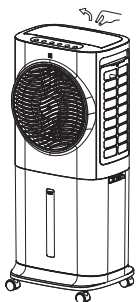
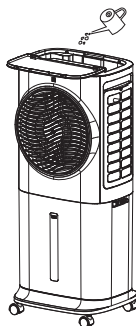

Fig. 1
Fig. 2
**Remplissage du réservoir d'eau:** ouvrez le couvercle du réservoir et remplissez-le lentement d'eau (voir fig. 1 et fig. 2). Une fois le réservoir rempli, refermez le couvercle.